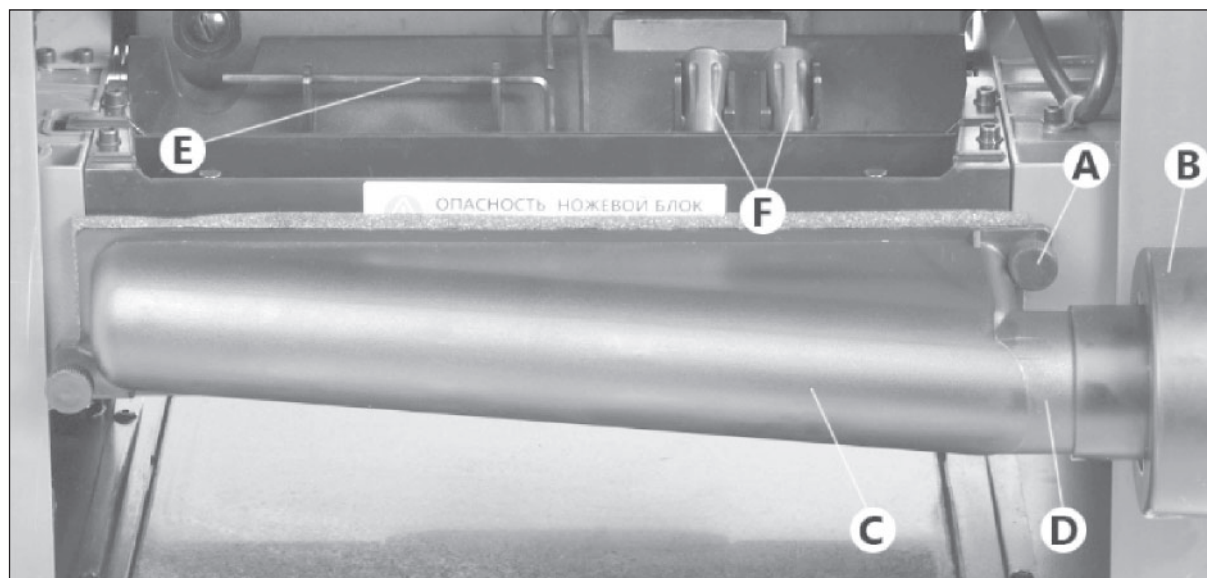

Рисунок 2. Установка кожуха для отвода стружки
Для подключения устройств пылеудаления станок укомплектован кожухом **С** (рис. 2) и универсальным адаптером **В**. Кожух **С** крепится при помощи двух винтов-барашков **А**. Патрубок отвода стружки **Д** можно установить, как в правую, так и в левую сторону.
2. Снимите кожух стружковывброса открутив два барашковых винта А (рис. 2).